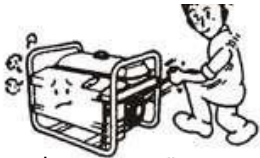

Рис. 55
10.1 Несправність: двигун не запускається (Рис. 55). (Рис. 58).